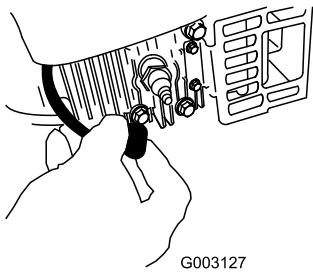

Bild 31
- Ziehen Sie das Zündkabel von der Zündkerze ab, bevor Sie Wartungsarbeiten ausführen (Bild 31).